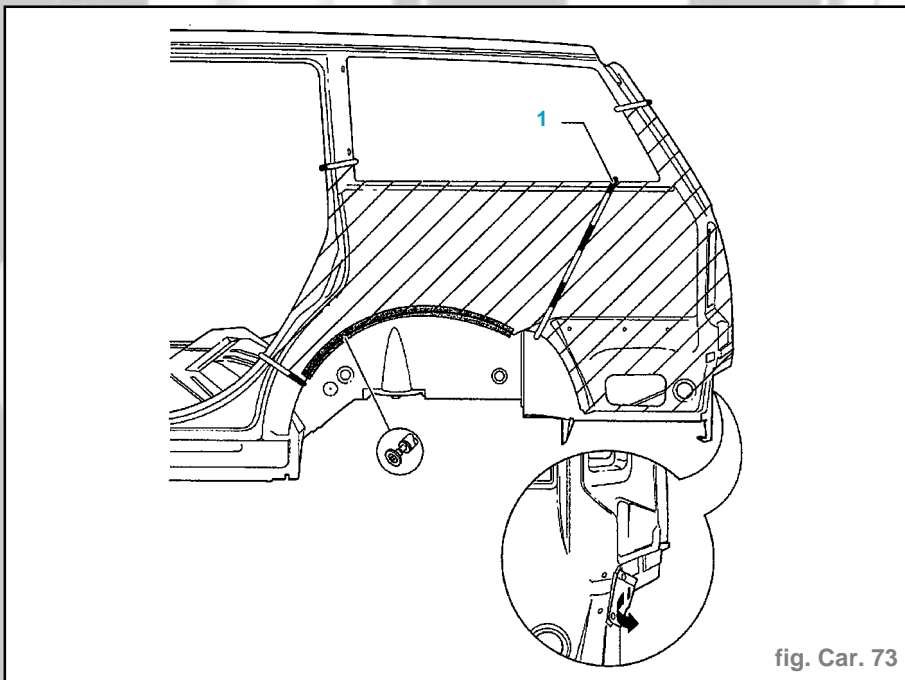

fig. Car. 73
- Percer l'accostage d'origine du porte-serrure et replier vers l'arrière la zone de recouvrement (flèche) (fig. Car. 73)